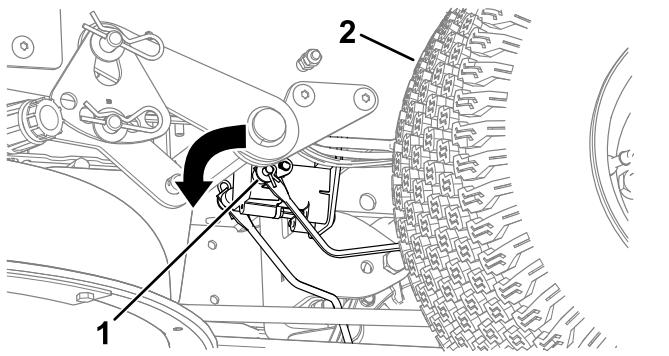

Figura 53
3. Localice el eje del freno eléctrico al que están conectados los brazos de enganche de los frenos (Figura 53).
4. Gire el eje para quitar el freno (Figura 53).